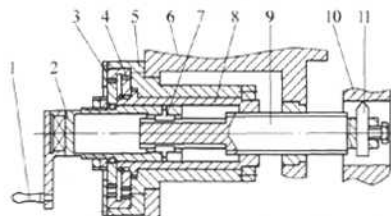

图4 手摇镗孔法
(2) 手摇工具镗孔法 如图4所示。将横向丝杠螺母座按原位置装在下滑板的右下面,敲入原来的定位锥销,用内六角头螺钉加以紧固。夹具体5及丝杠刀杆9